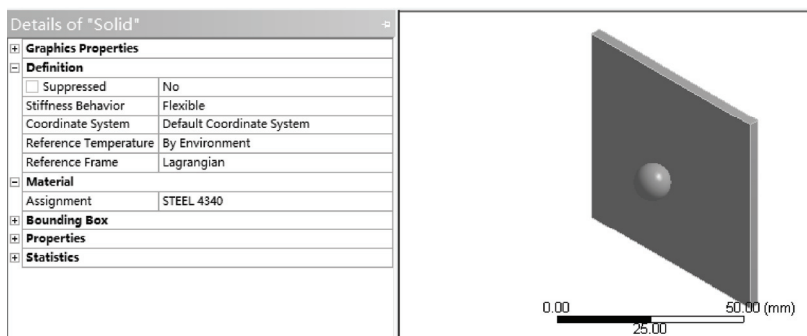

图 15-8 为圆球添加材料
3) 单击参数列表中 Material 选项下 Assignment 黄色区域后的 , 此时会出现设置的材料，选择 STEEL 4340 即可将其添加到模型中去，如图 15-8 所示。此时树结构图 Geometry 前的?变为✓，表示材料已经添加成功。